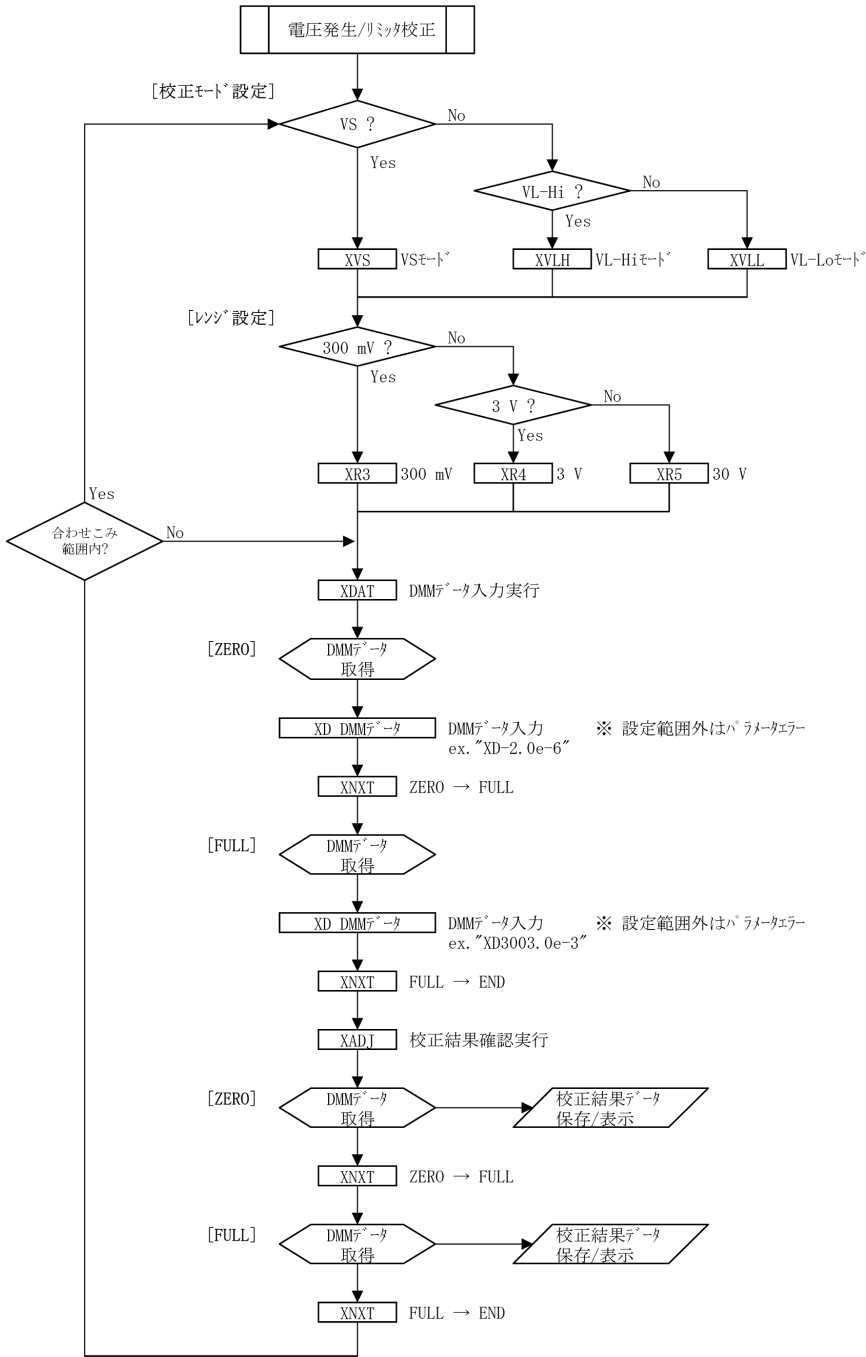
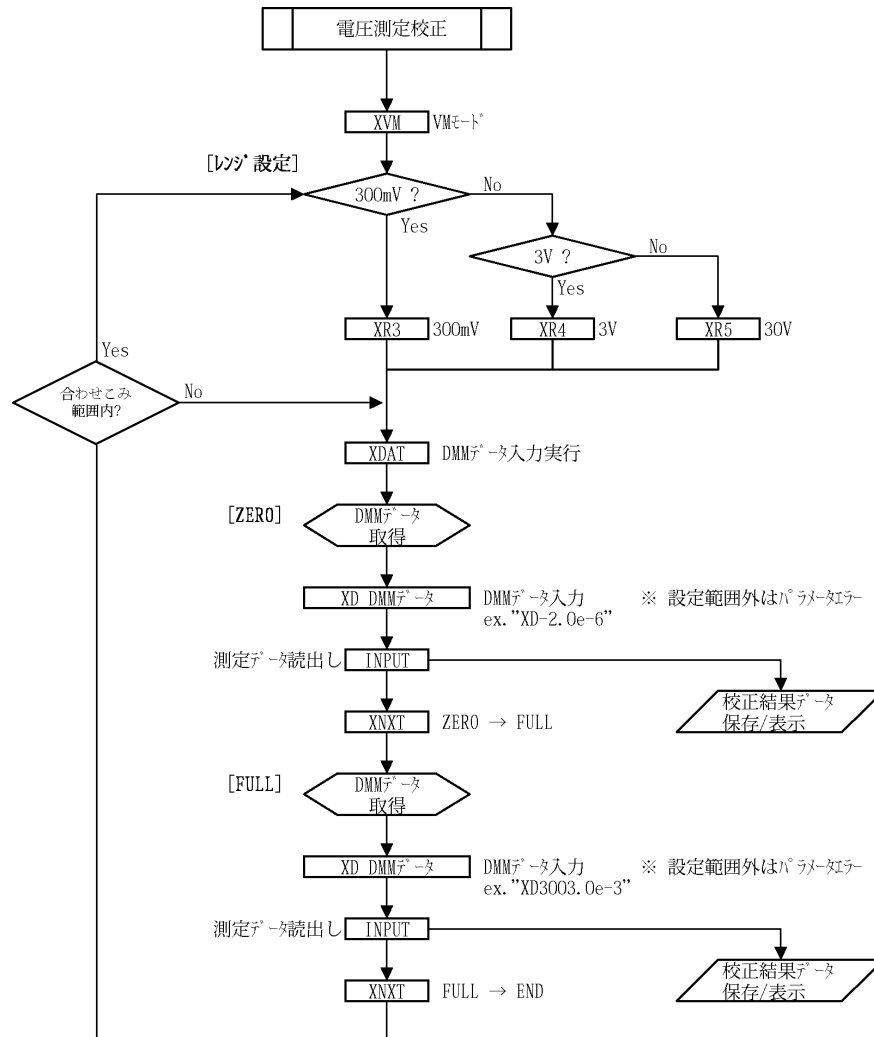

図 8-3 6241A 校正手順 (2)
図 8-4 6241A 校正手順 (3)
5. 図 8-3 6241A 校正手順 (2)、図 8-4 6241A 校正手順 (3) により校正を行います。